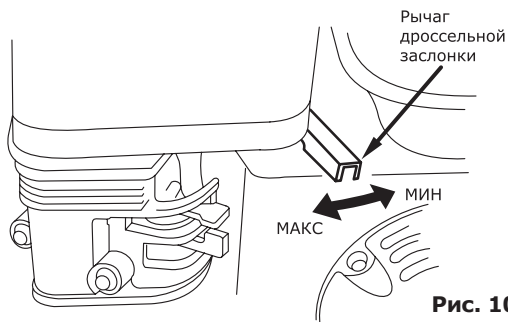

Рис. 10
- Поставьте рычаг дроссельной заслонки на 1/3 хода в сторону положения «МАКС» (рис. 10).
- По мере прогрева двигателя постепенно передвиньте рычаг воздушной заслонки в положение «Открыто». Число оборотов двигателя и соответственно производительность двигателя регулируются изменением положения рычага дроссельной заслонки (рис. 10).